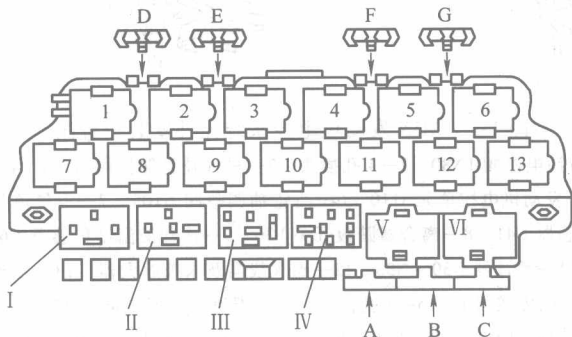

图 1-6 驾驶室内继电器盒内熔断器和继电器布置
3) 继电器支架上的熔断器布置如图 1-6 所示，其相关的说明如表 1-6 和表 1-7 所示。